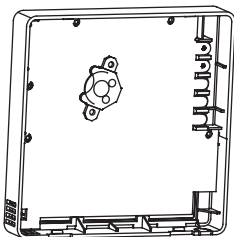

Fig 3-5
- Mettez la batterie dans le site d'installation et assurez-vous que le côté positif de la batterie est en accord avec le pôle positif du site d'installation. (Voir Fig.3-5)